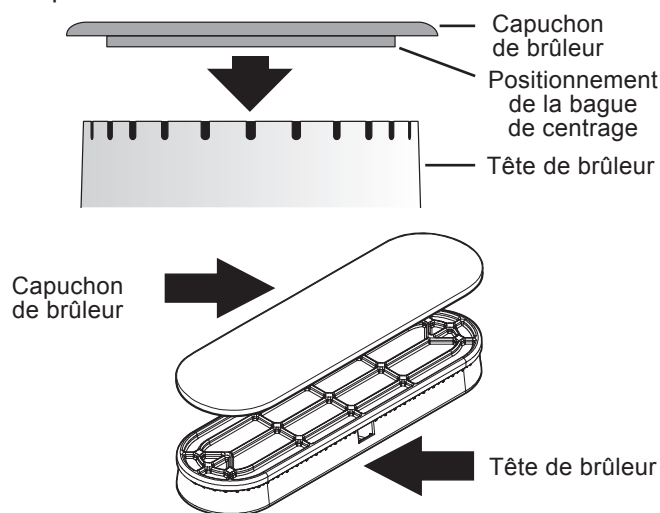

Figure 20 : Assemblage d'un capuchon de brûleur
1. Placer un capuchon sur chaque tête de brûleur; il doit correspondre à la taille de brûleur (voir la Figure 20). Le bouchon de chaque brûleur est muni d'une bague intérieure pour centrer correctement le capuchon sur la tête de brûleur.